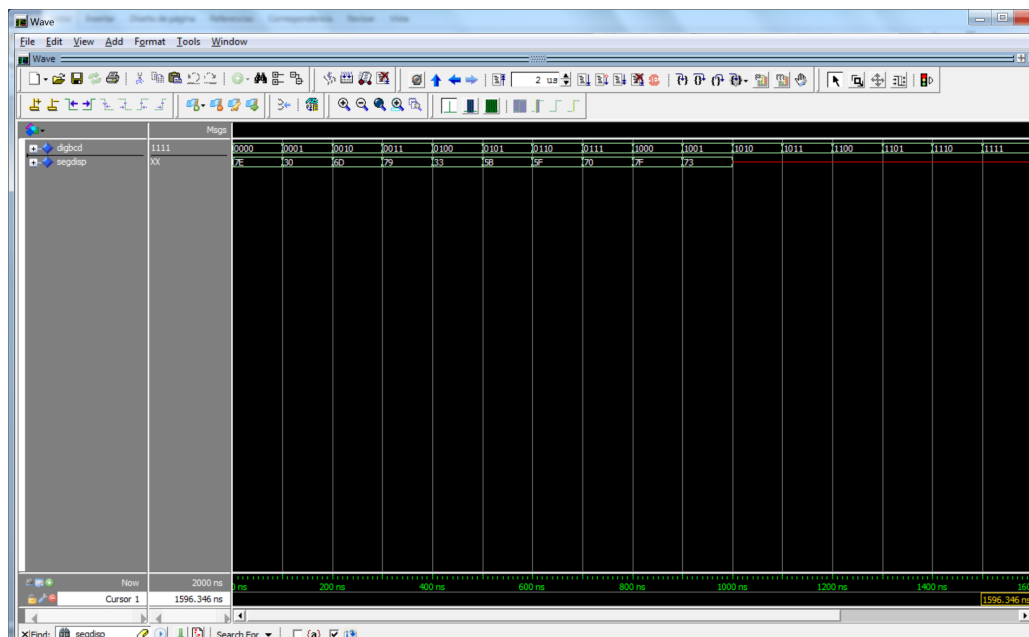

Figura 43
6. Puede comprobar, en el visor de formas de onda, que el resultado de este modo de ejecución se refleja en el cronograma que representa el resultado de la simulación (figura 43).